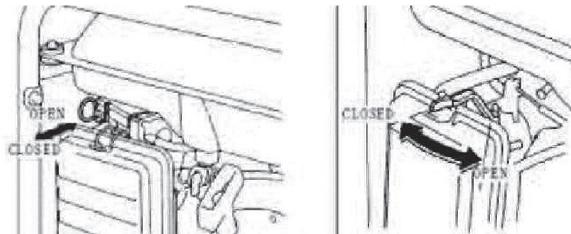

Рис. 5
3. Переведите рычаг заслонки в положение «Запуск» (только при холодном двигателе)(Рис. 5).